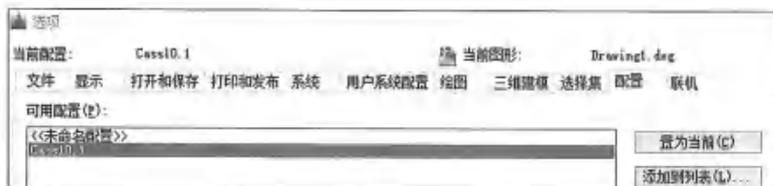

图 4-3 南方 CASS 中功能的转换
(1) CASS 转 CAD：文件—CAD 系统配置—将未命名配置置为当前。
(2) CAD 转 CASS：工具—选项—配置 CASS 置为当前。
(3) 两项均可双击“置为当前”，如图 4-3 所示。